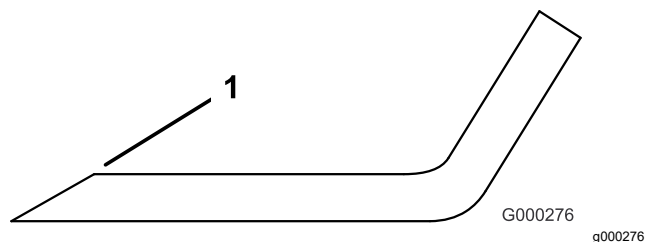

Figura 77
3. Esaminate l'affilatura di tutte le lame e affilate se risultano smussate o scheggiate (Figura 77).
Nota: Affilate soltanto la parte superiore del tagliente e mantenete l'angolo di taglio originale per garantire l'affilatura (Figura 77). La lama resta bilanciata soltanto se viene rimossa una quantità uguale di metallo da entrambi i taglienti.